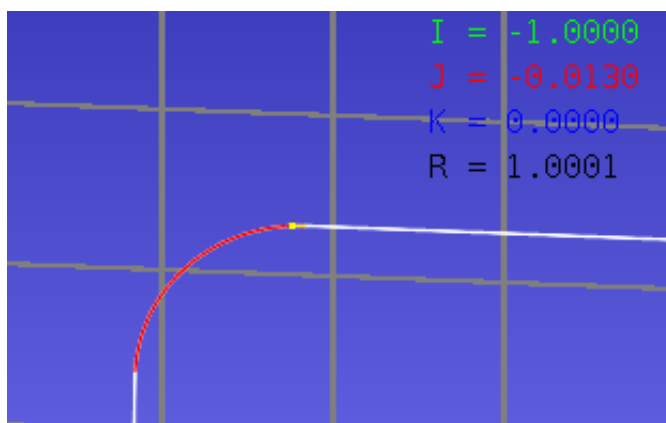

Рис. 1.3.10: Дополнительные данные кадров G2, G3
2. Показать или скрыть дополнительные данные для кадров G2, G3. Настройка, определяющая, показывать или скрывать дополнительные данные для кадров G2, G3. Они отображаются под координатами. Данные показывают значения радиуса и значение IJK, если они были заданы (рисунок 1.3.10). По умолчанию отображение дополнительных данных для кадров G2, G3 отключено.